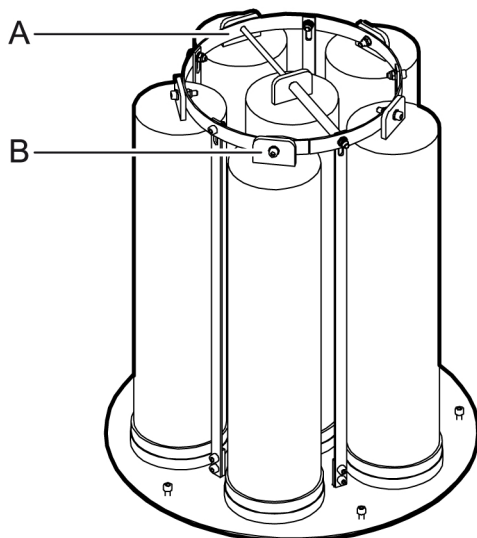

Figure 5-3. Cassette à filtres à manche
1. Dévissez la vis concernée (repère B dans *Figure 5-3, page 29*) au sommet de la cassette, de manière à libérer le sommet du filtre à manche.
4. Mettez en place un filtre à manche neuf. Vérifiez que la fixation au sommet du filtre à manche épouse la bague de montage (repère A dans *Figure 5-3, page 29*) pour vous assurer que le filtre n'est pas décalé mais correctement positionné une fois mis en place.